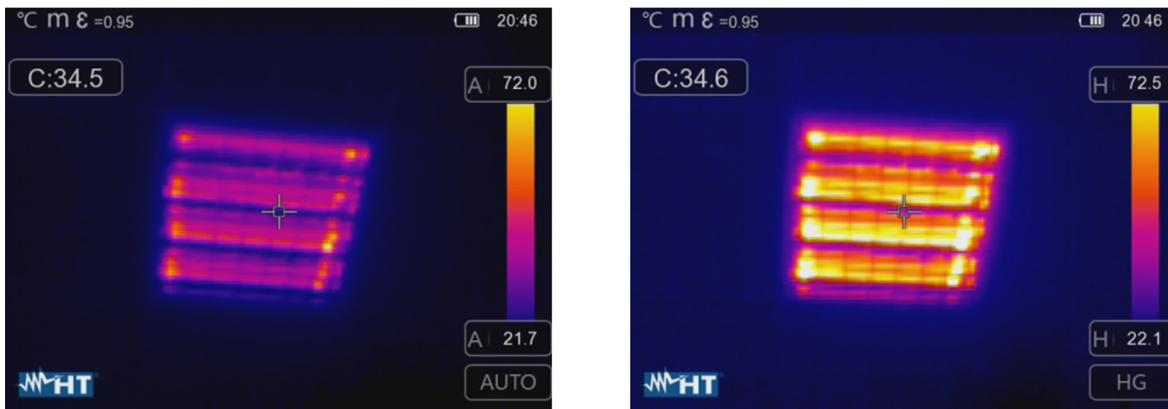

Fig. 44: Configuración modos Automático e Histograma
- Modo **Histograma (HG)** → los niveles mínimo y máximo de temperatura del objeto encuadrado en el visualizador son siempre definidos automáticamente por el instrumento, como en el modo Auto, pero en tal caso se resaltan particularmente las zonas de la imagen en las cuales los valores de las temperaturas son muy distintos de las zonas adyacentes. La relación entre la temperatura y el color de la paleta es no **lineal** en base a un algoritmo de histograma. Este modo enfatiza la visualización de la imagen en ambientes de trabajo muy oscuros
1. Pulse la tecla \odot o bien toque el icono “AUTO” presente en la parte inferior derecha del visualizador. Las pantallas de Fig. 44 muestran las selecciones de los modos “AUTO” y “HG”